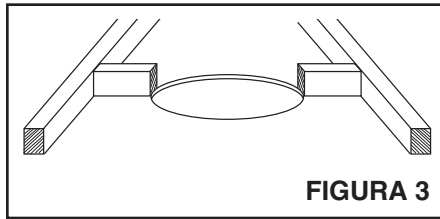

FIGURA 3
Vea la figura 3.
- Vea la figura 3. Asegure piezas pequeñas de madera de 1 x 3 pulg. (2.5 x 7.6 cm) (nominal de 3/4 pulg./1.9 cm.) a las vigas en cualquiera de los lados de la abertura. Deje aproximadamente 1/2 pulg. (13 mm) entre la parte superior del cielo raso, de tal manera que el reborde de la caja del calefactor pueda deslizarse debajo de los separadores. Si la separación de la viga es mayor que 16 pulg. (40.6 cm) descentradas, corte los separadores de madera de 2 x 4 pulg. (5 x 10 cm) para que ajusten entre la caja y las vigas.